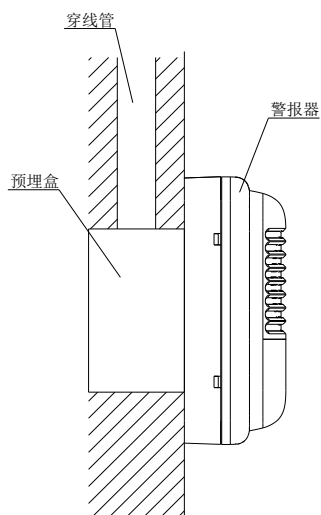

图2 安装示意图
2. 警报器底壳与警报器之间采用插接方式，安装时为明装，可安装在 86H50 型标准预埋盒上，安装示意图如图 2 所示。